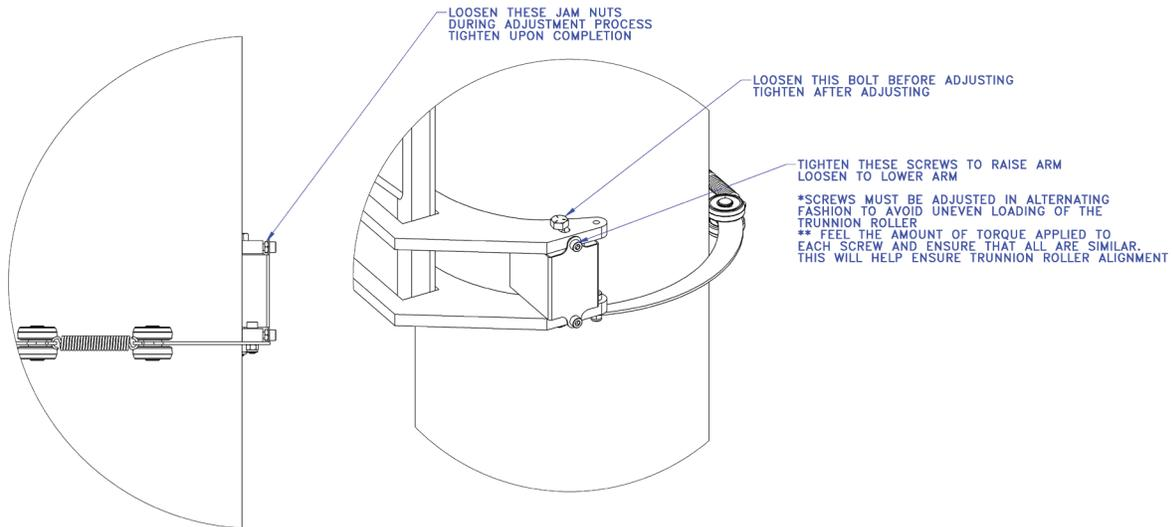

Fig. 4E. Regolazione supporto rotante.
4.2.3 Rimuovere la vite a occhiello dal braccio. Far riferimento alla **fig. 4E** per regolare i supporti rotanti fin quando il braccio è a livello.